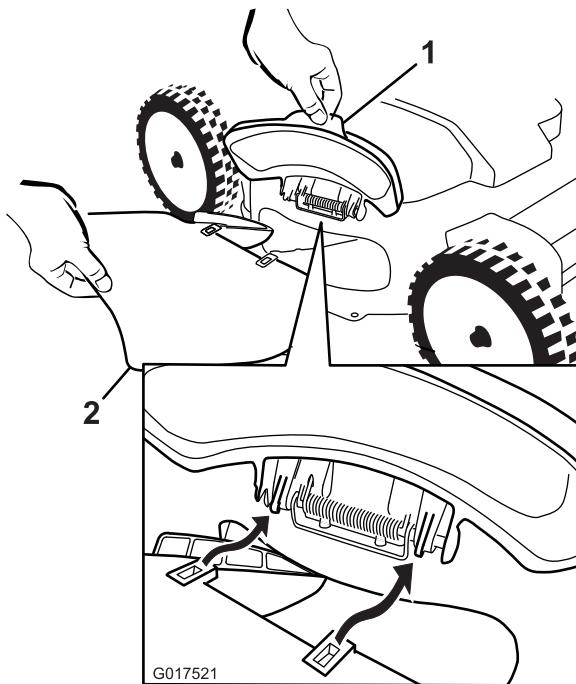
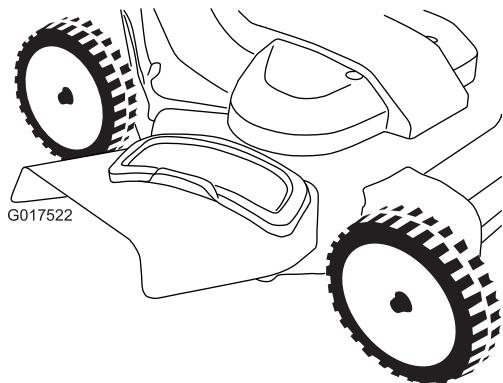

Figure 27
Figure 28
1. Soulevez et ouvrez le déflecteur d'éjection latérale (Figure 27).
- 2. Installez l'éjecteur latéral comme illustré (Figure 27 et Figure 28), puis fermez le déflecteur sur l'éjecteur.